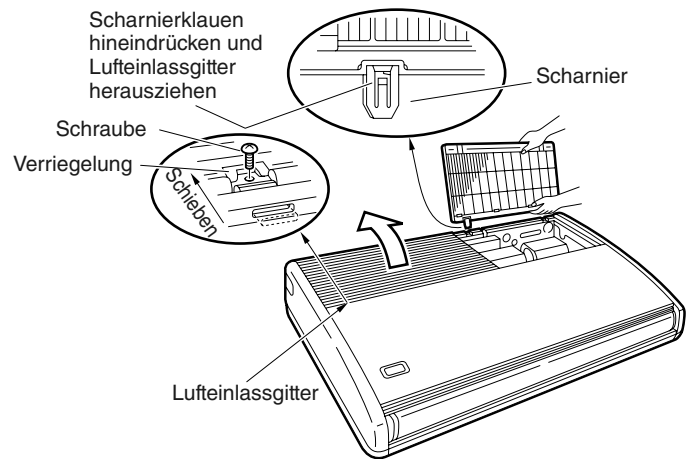
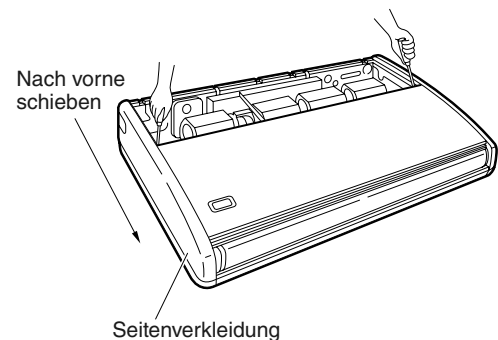

Abb. 3-124a
Abb. 3-124b
(5) Bevor die Inneneinheit aufgehängt wird, die zwei oder drei Schrauben an der Verriegelung der Lufteinlassgitter herausdrehen, dann die Gitter öffnen. Danach die Klauen der Scharniere hineindrücken und die Lufteinlassgitter abnehmen, wie in Abbildung 3-124a gezeigt. Nun die zwei Befestigungsschrauben der Seitenverkleidungen herausdrehen, die Verkleidungen entlang der Einheit nach vorne schieben und dann abnehmen. (Abb. 3-124b)